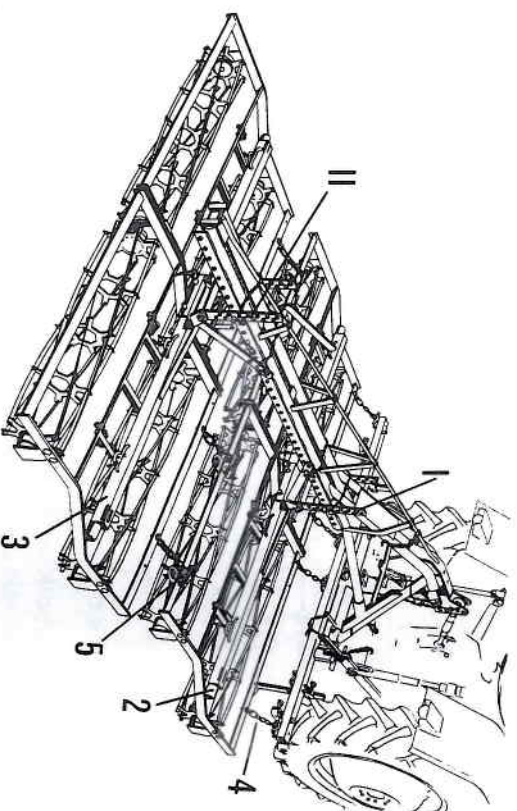

Abb. 66 Kombination Krümler + Krümler
Grundrahmen und großen Ausleger am Schlepper anbauen und Schwingen I und II feststecken, wie Abb. 66 zeigt. Den Eggen-Zugbalken anstecken und beide Trag- und Druckbalken (2) und (3) von vorn einstecken.